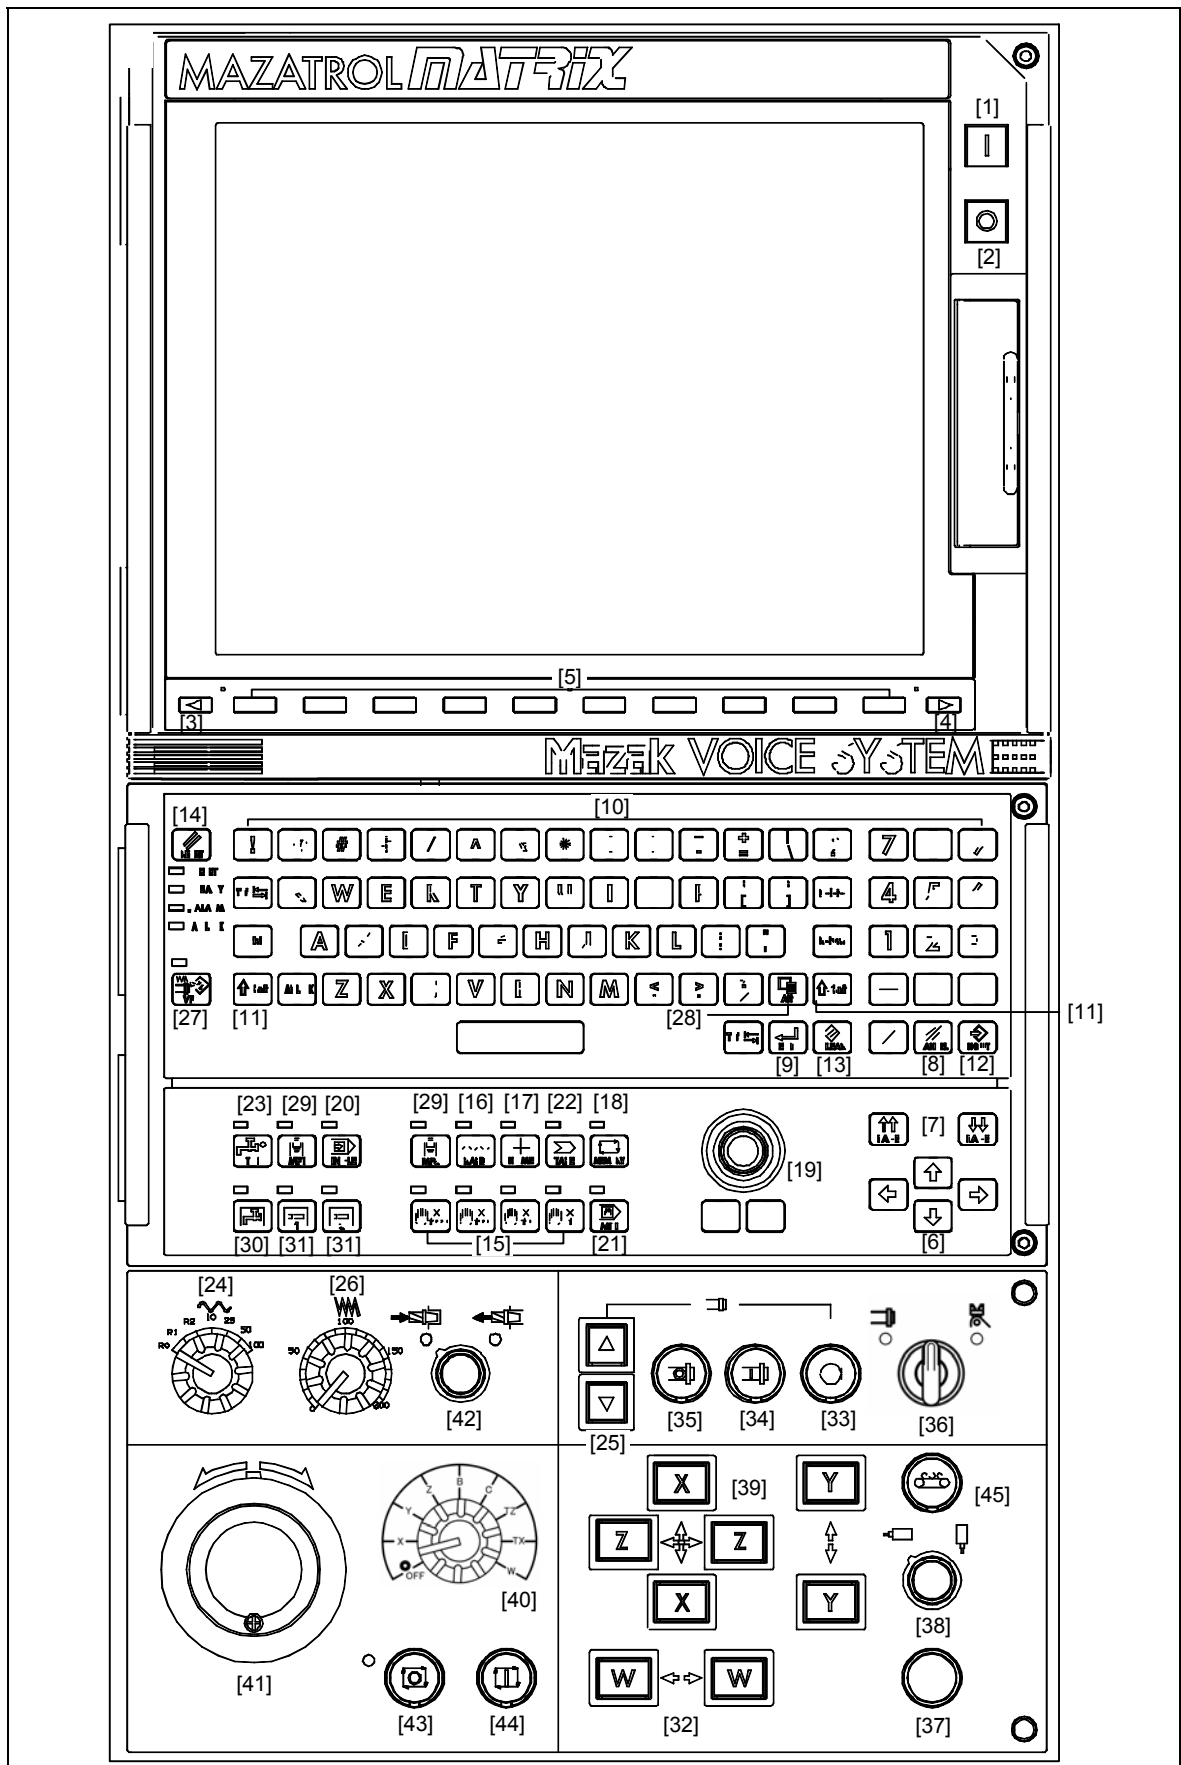

Рис. 2-2 Панель управления ЧПУ и панель управления станком (INTEGREX i-150)
* Номера в таблице 2-1 соответствуют номерам на Рис. 2-2.